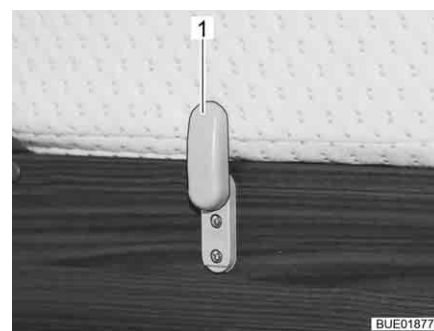

Bild 89 Hållarspak
- Dra ned madrassens hållarspak (Bild 89,1).